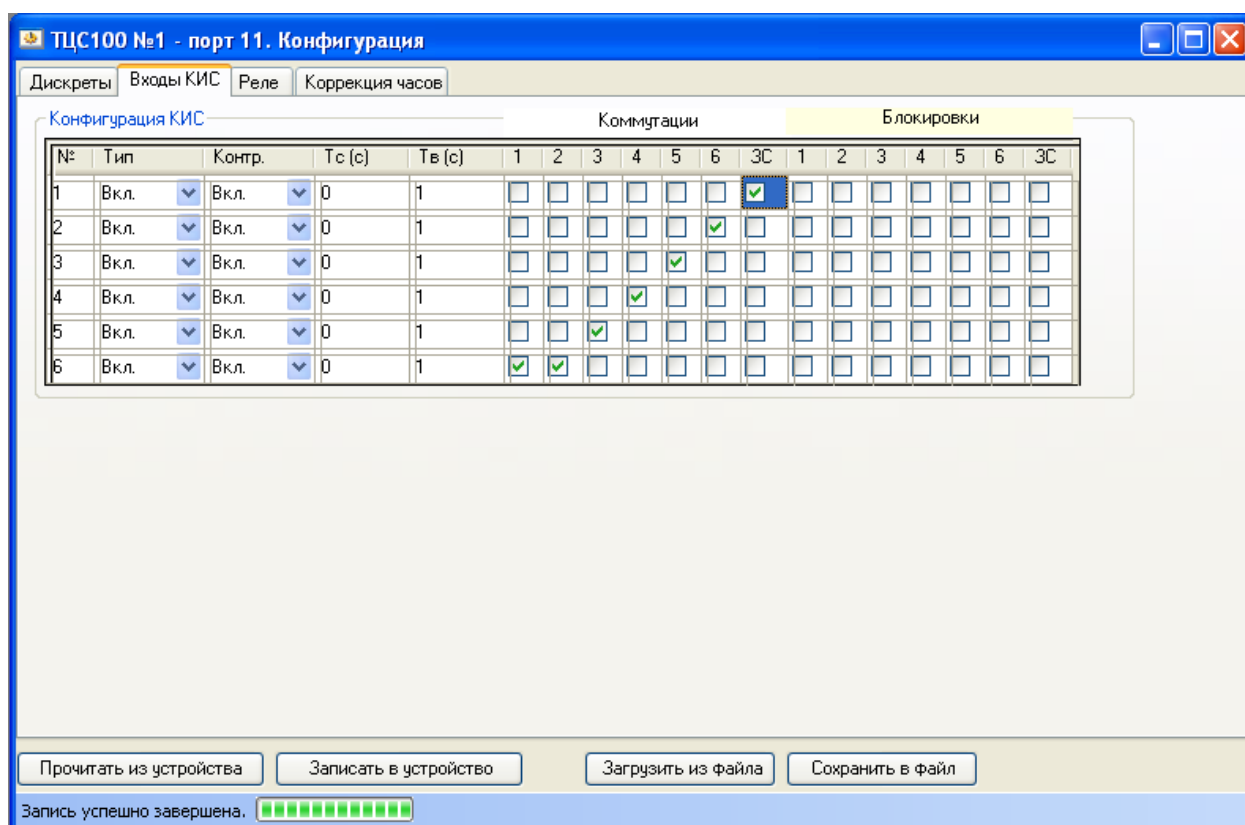

Рисунок 1.12 – Конфигурация входов КИС и реле с помощью «УниКон»
1.4.6.3 Настройка КИС осуществляется в подменю «Входы КИС» (при помощи пульта ТЦС - рисунок 1.4, при помощи программного комплекса «УниКон» – рисунок 1.12), где выбирается: